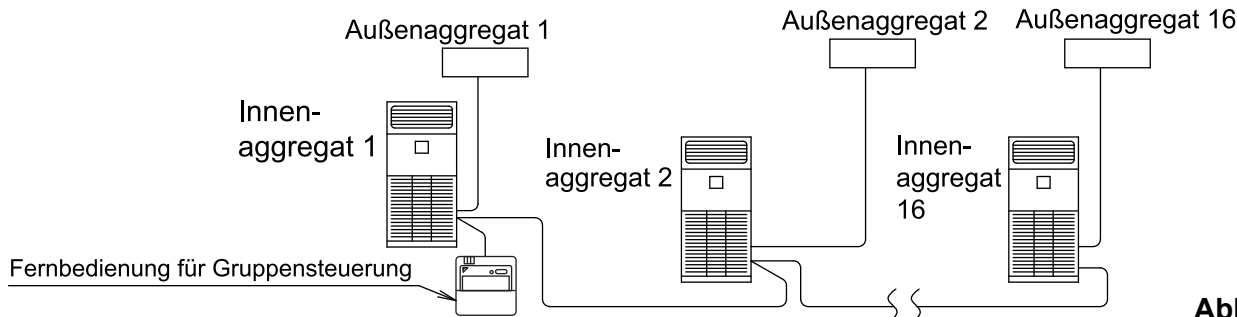

Abb. 36
- Bei Verwendung als eine Tandemeinheit können Sie gleichzeitig die Start-/Stopp- (Gruppen-) steuerung für bis zu 16 Einheiten mit der Fernbedienung ausführen. **(Siehe Abb. 36)**